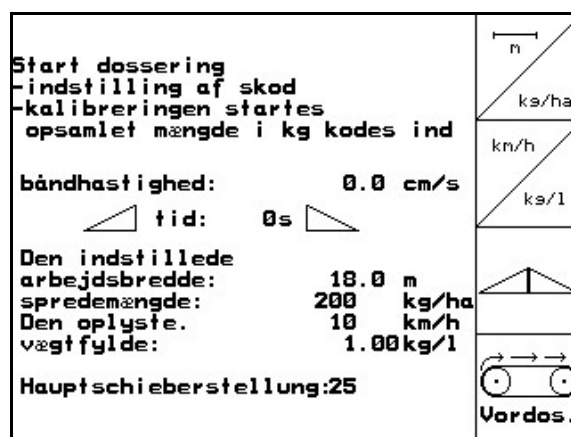

Fig. 41
- Indstillingsværdien for den nye hovedspjældsstilling vises (Fig. 41).